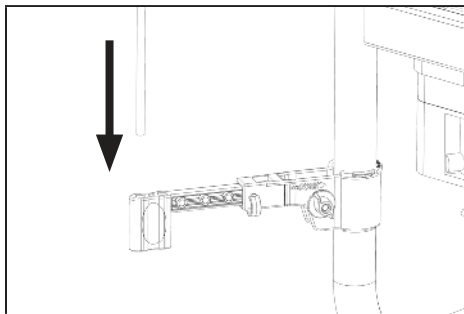

Figure 5B
4. Insérez l'autre extrémité de la tige en fibre de verre entièrement dans le bon trou du serre-joint correspondant (FIG. 5B).
6. Saisissez la fin de cette tige en fibre de verre, pliez vers le serre-joint du côté opposé et insérez entièrement dans le bon trou (FIG. 5B).